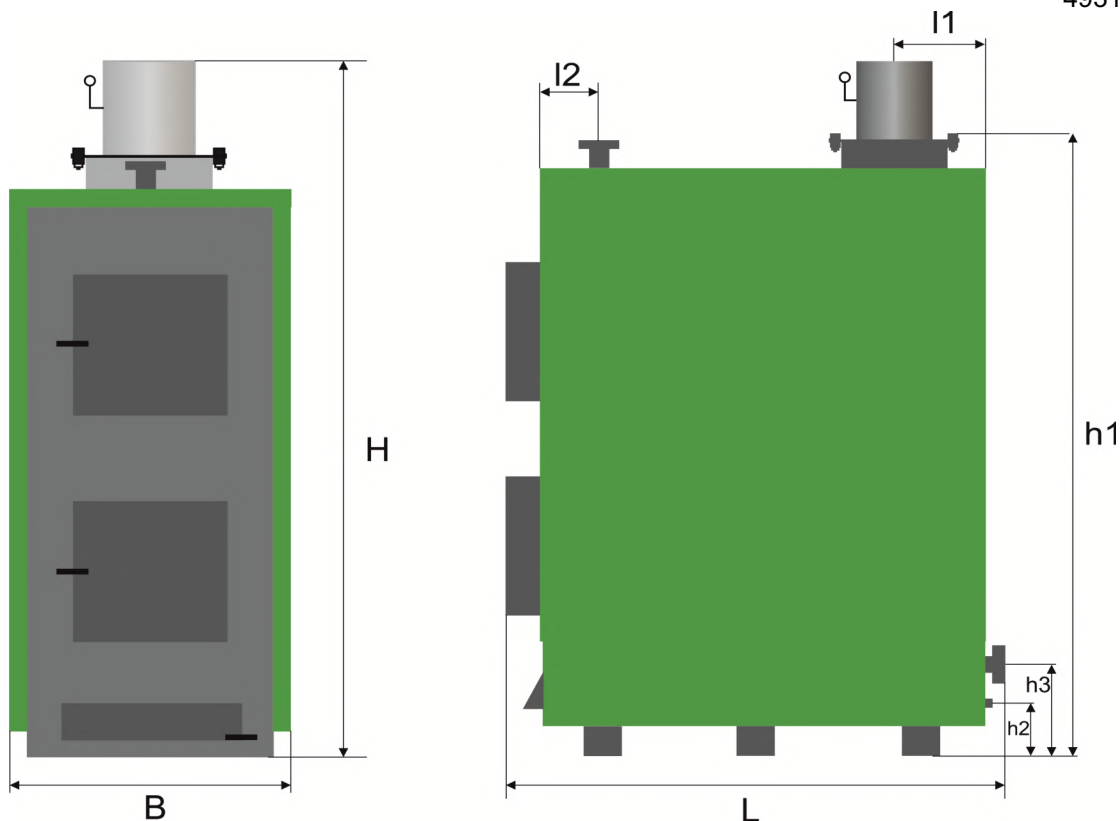

Рисунок 1 - Габаритные и присоединительные размеры Котлов моделей Р 150 - 500 базовой комплектации.
Габаритные и присоединительные размеры Котла (см. рис.1), мм:
Котел (рис.1, 2) представляет собой стальной сварной каркас, обшитый снаружи съемной декоративной теплоизолированной облицовкой. Каркас совместно с облицовкой образуют корпус. Корпус устанавливается на собственных опорах (12).